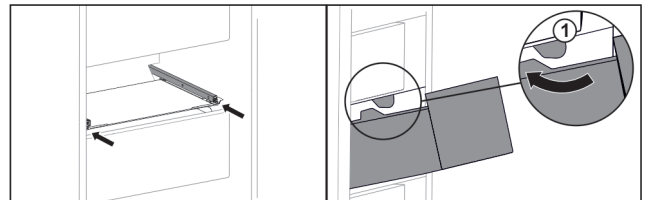

Fig. 47
- ▶ Pase el cajón por los topes Fig. 47 (1).